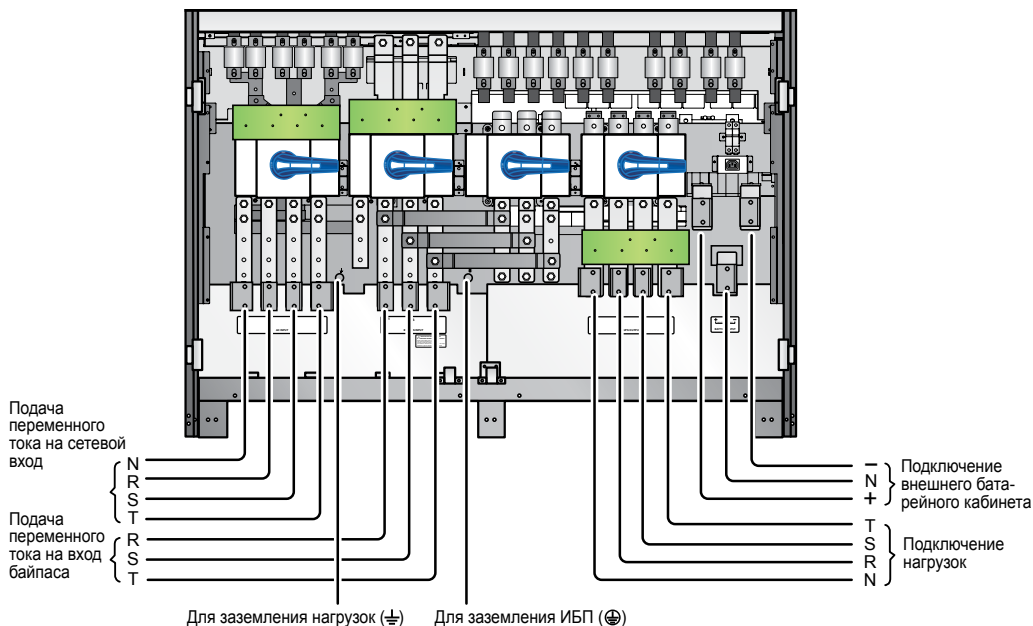
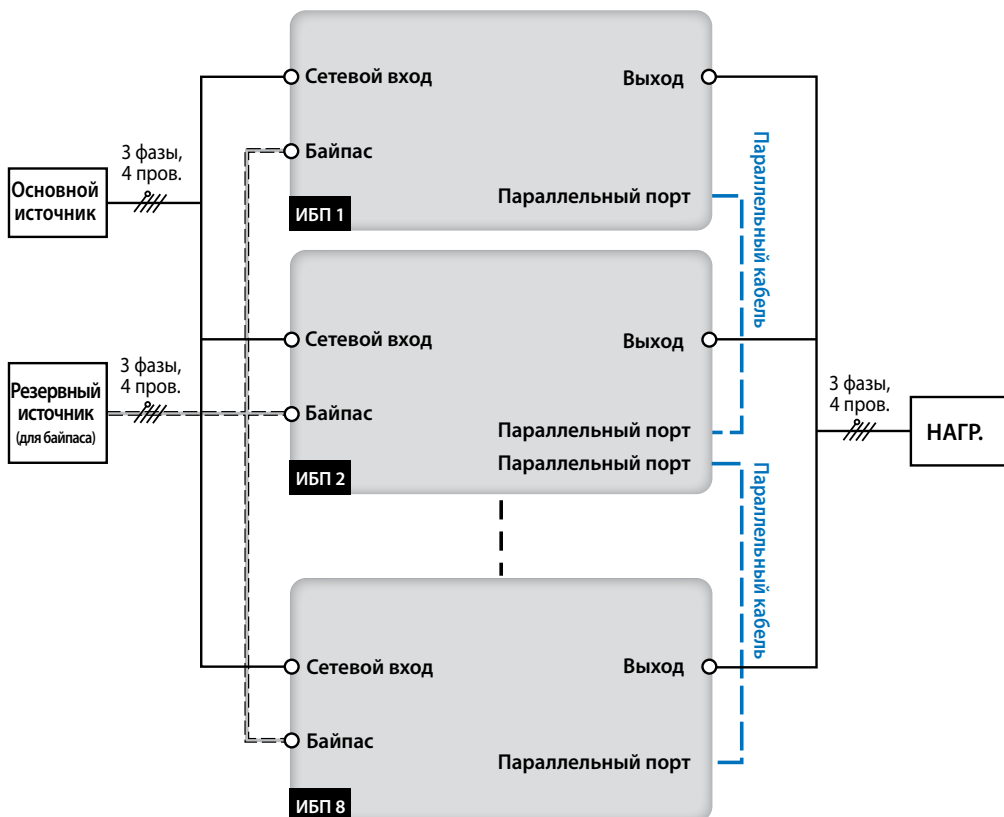

Рис. 5-13. Схема подключения в конфигурации с двумя входами (одиночный ИБП)
Рис. 5-15. Схема подключения в конфигурации с двумя входами (параллельные ИБП)
- 3 Подключите кабели к зажимам сетевого входа, входа байпаса, выхода ИБП и входа питания от батарейного кабинета. См. **Рис. 5-13** и раздел **5.5.3 Подключение внешнего батарейного кабинета Delta**.
- 4 Нейтральный проводник источника переменного тока, подключенного к входу байпаса, подключите к зажиму нейтрали (N) сетевого входа.
- 3 Подключите кабели к зажимам сетевого входа, входа байпаса, выхода ИБП и входа питания от батарейного кабинета. См. *Рис. 5-13*, *Рис. 5-15* и *5.5 Подключение внешнего батарейного кабинета Delta*.